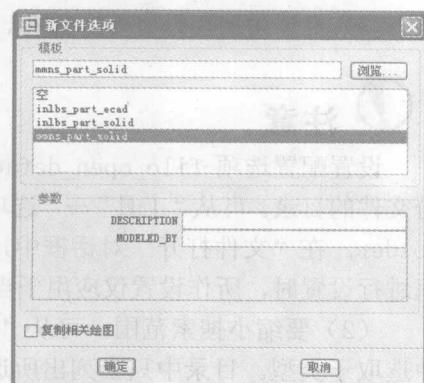

图 1-5 “新文件选项”对话框
(3) 在“名称”框中，键入文件名或使用默认名。如果接受默认模板，则单击“确定”按钮即可以默认模板建立一个新文件。
(4) 如果不使用默认模版，则可以清除“使用缺省模板”复选框，然后单击“确定”。则打开如图 1-5 所示的“新文件选项”对话框打开。